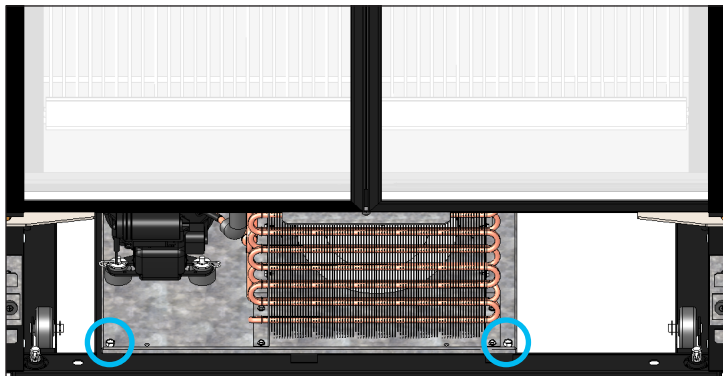

Fig. 5. Retirez les boulons du socle du condenseur.
5. Retirez les boulons du socle du condenseur. Voir fig. 5.